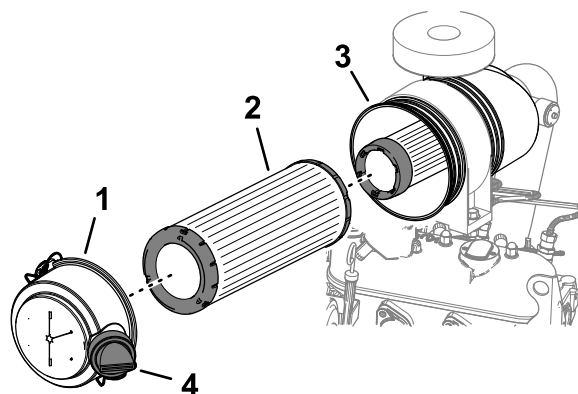

Figura 62
5. Retire el filtro de aire primario (Figura 62).